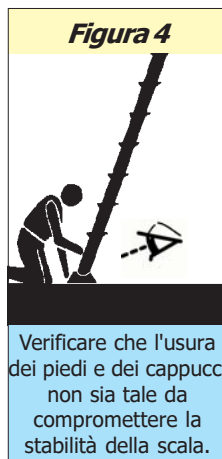

Figura 4
a) Controllare lo stato di conservazione e di efficienza della scala e di ogni sua attrezzatura. In caso si riscontrassero dei problemi non utilizzare la scala fino a che essa non sia stata riportata nelle normali condizioni di efficienza (Figura 4).